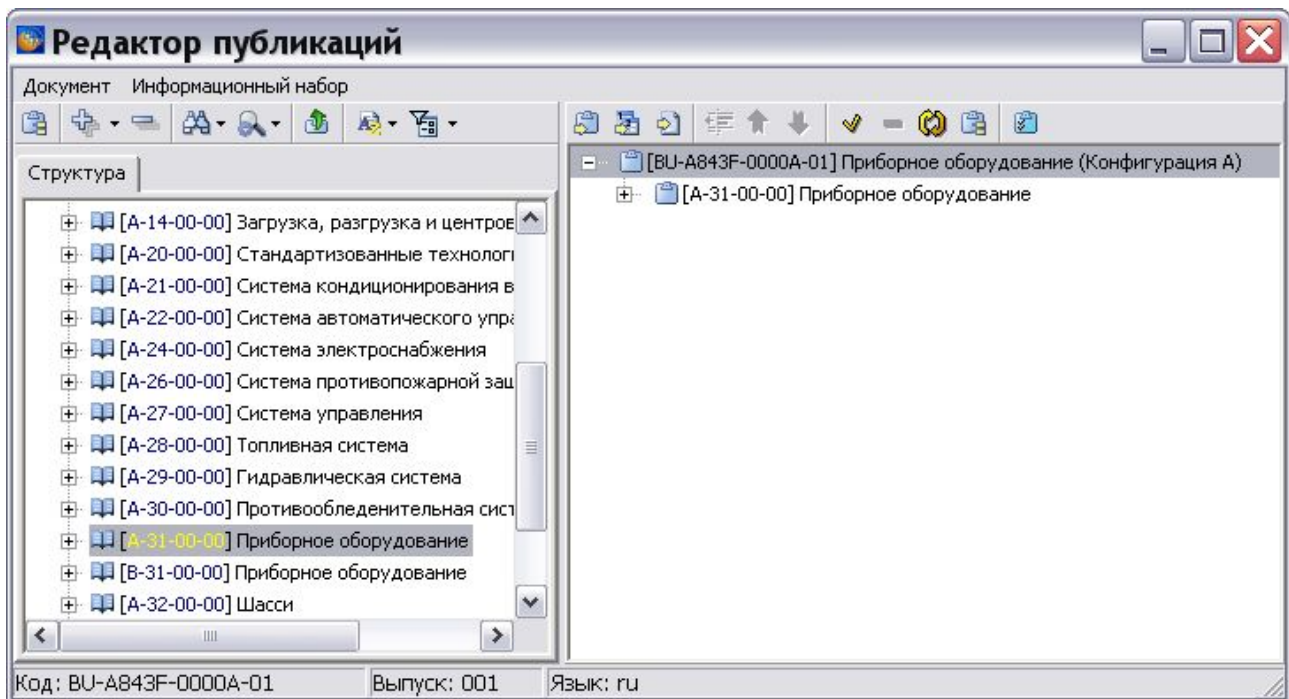

Рис. 8.44
5. Раскройте дерево публикации, нажав на крестик слева (Рис. 8.44).